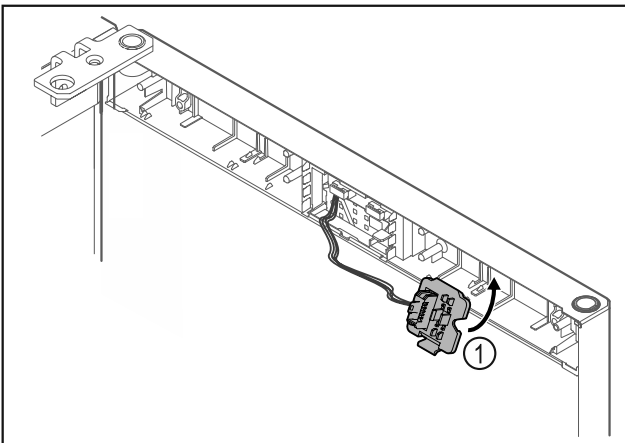

Fig. 24
- ▶ Stekkerhouder Fig. 24 (1) aan tegenoverliggende zijde vergrendelen.